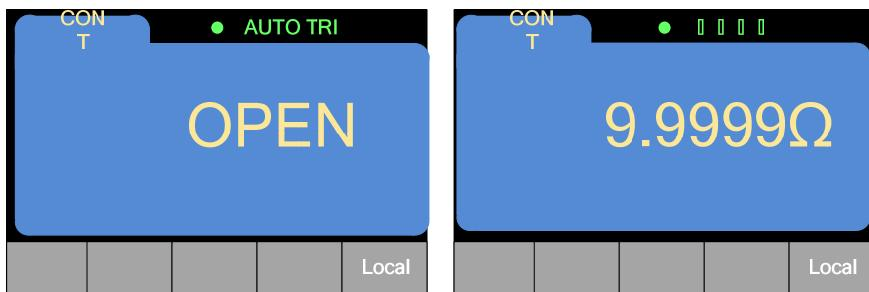

图 2.6.3 通断测量界面
1、在二极管测试模式下再按次  键选择通断测量。当测得电阻值大于蜂鸣器门限时显示 OPEN，测得电阻值小于蜂鸣器门限时显示电阻值。蜂鸣器门限为 10Ω 。通断测量界面如图 2.6.3 所示：